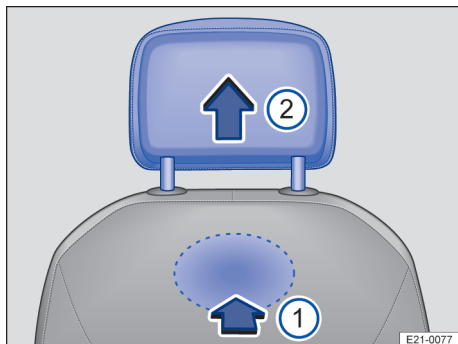

Fig. 77 Pe partea din spate a scaunelor față: demontarea tetierei.
2. Pentru deblocarea tetierei, palpați adâncitura de pe partea din spate a spătarului în zona marcată și apăsați cu degetul în ea → fig. 77 ①.
3. La scaune cu compartiment de depozitare în spătar, trebuie apăsat prin gaura existentă din partea de sus, de sub banda din cauciuc a compartimentului de depozitare, utilizând un obiect lung → ①.
4. Extrageți complet tetiera în sensul săgeții → fig. 77 ②.